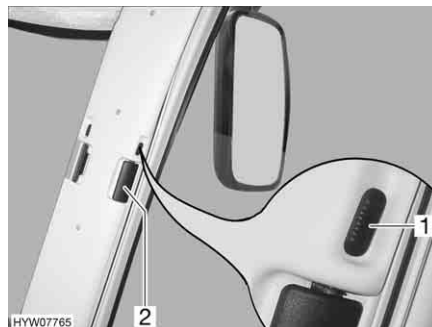

Fig. 25 Bloccaggio delle tendine oscuranti pieghevoli per il finestrino del conducente/passeggero
- Inserire la tendina oscurante pieghevole per la maniglia (Fig. 25,2) fino all'arresto.
- Spingere il bottone di bloccaggio (Fig. 25,1) in basso.